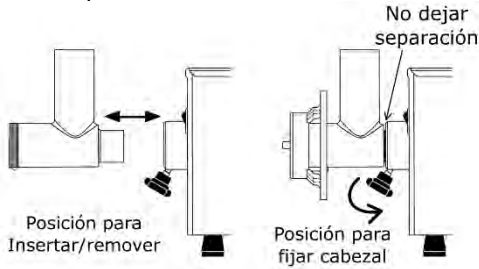

FIG 2. INSTALACIÓN DE CABEZAL
- 2.- Gire la perilla de cabezal (8) en sentido de las manecillas del reloj (Ver Fig 2) para poder retirar el cabezal (13).
- a) Después de ensamblar el cabezal (13), vuelva a colocar la perilla para cabezal (8) y gire en sentido contrario a las manecillas del reloj para fijar el cabezal al equipos (Ver Fig. 2).
- b) La navaja (18) debe insertarse con el filo hacia enfrente, en la flecha del gusano.
c) Posicione el cedazo (19) centrado contra la navaja (18) asegurando que la muesca coincida con el pin insertado en el cabezal.